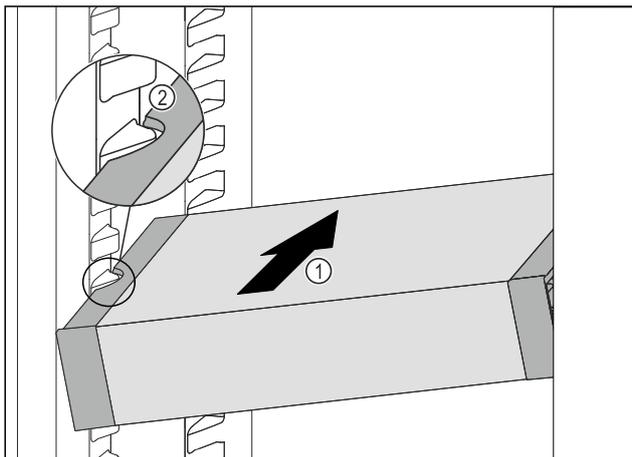

Fig. 122
- Inserire VarioSafe ad angolo nel vano frigorifero Fig. 122 (1), fino a quando le cavità laterali Fig. 122 (2) di VarioSafe non si trovano al livello della nervatura del contenitore nel vano frigorifero.